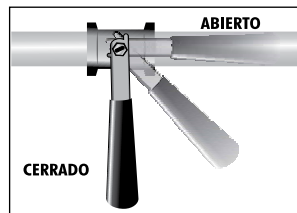

Figura 45
- Que el maneral de la válvula de paso esté en la posición de CERRADO (Ver figura 45).